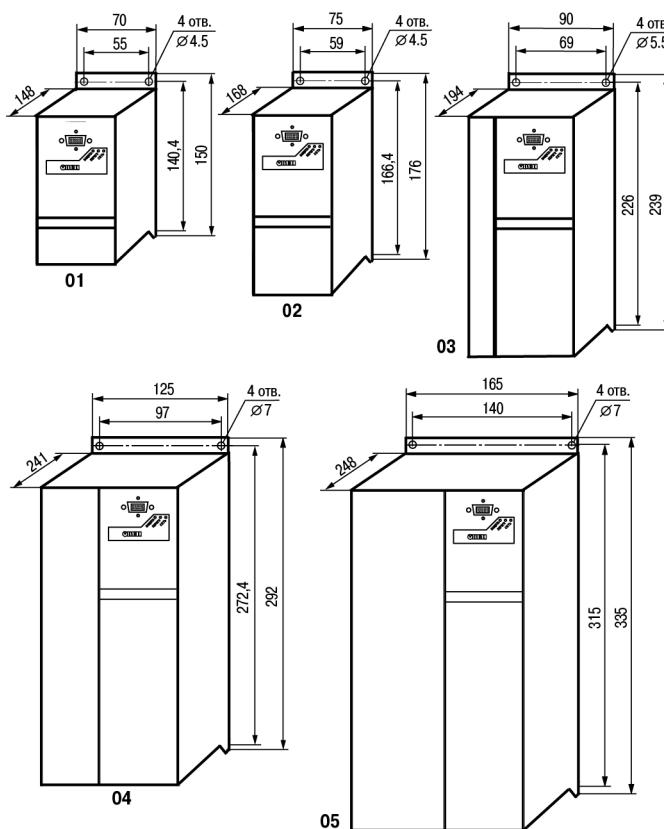

Рисунок 5.1 – Габаритные и установочные размеры прибора
- Подготовить в монтажном шкафу место согласно габаритным чертежам (см. рисунок 5.1).